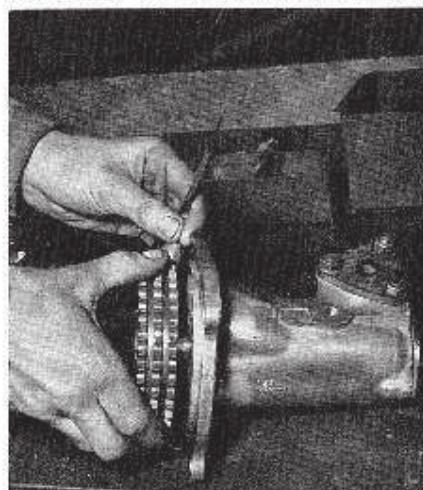

Fig. 16. — Vérification du jeu longitudinal de l'entraînement auxiliaire.
• Réassembler la commande auxiliaire et vérifier le jeu longitudinal, comme indiqué figure 16, puis remonter celle-ci sur le moteur, après avoir